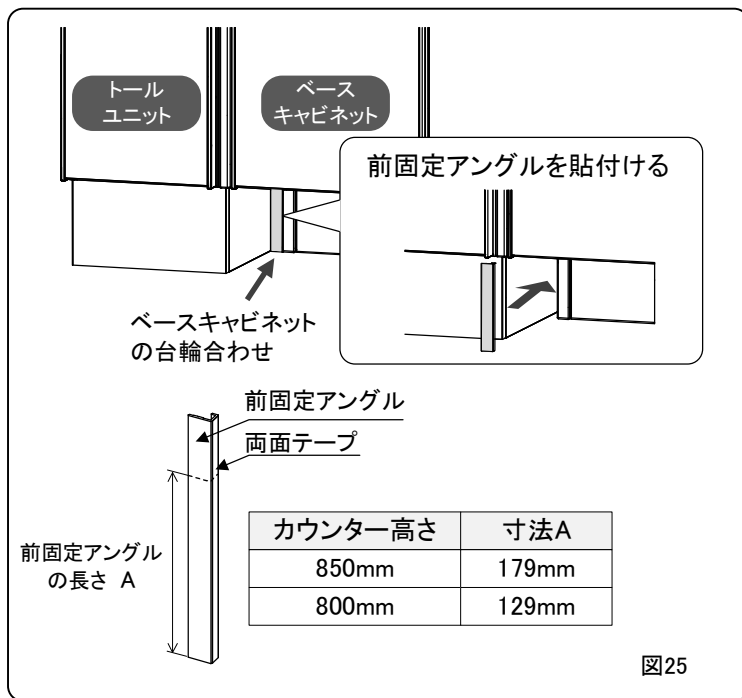

図25
④台輪部の隙間高さに合わせて前固定アングルをカットし、貼付ける。(16ページ 図25)